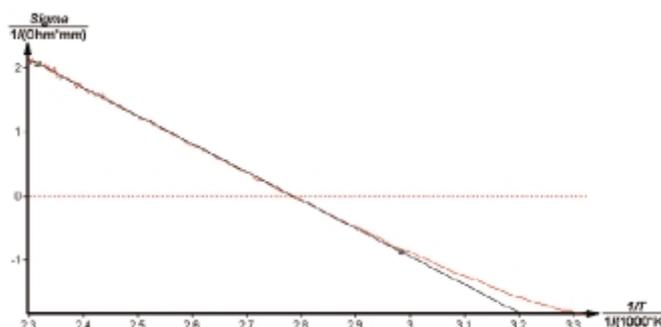

Рис. 7. Линеаризация проводимости полупроводника от обратной температуры.
2. Постройте график зависимости $\ln \sigma = f(1000/T)$. Выделите диапазон температур, где эта прямая является линейной (см. рис. 7). Пользуясь методом парных точек или наименьших квадратов, найдите угловой коэффициент прямой, равный $1000 \cdot b$, и погрешность его определения. Вместо графика зависимости $\ln \sigma = f(1000/T)$ можно строить график $\sigma = f(1000/T)$, откладывая величину σ в «логарифмическом масштабе», как это и сделано на рис. 7. В этом случае коэффициент наклона прямой может потребовать корректировки в соответствии с величиной основания логарифма, использованного для построения логарифмической шкалы. Учтите эту поправку самостоятельно.